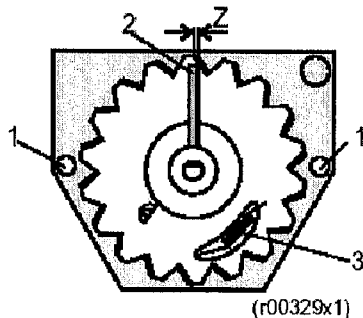

图 10: 位置传感器 SP 1
- 在中心位置放置固定插销，如图 10。
- 转动电位器直至安装螺钉处于 12: 00 点钟位置（见图 10）。